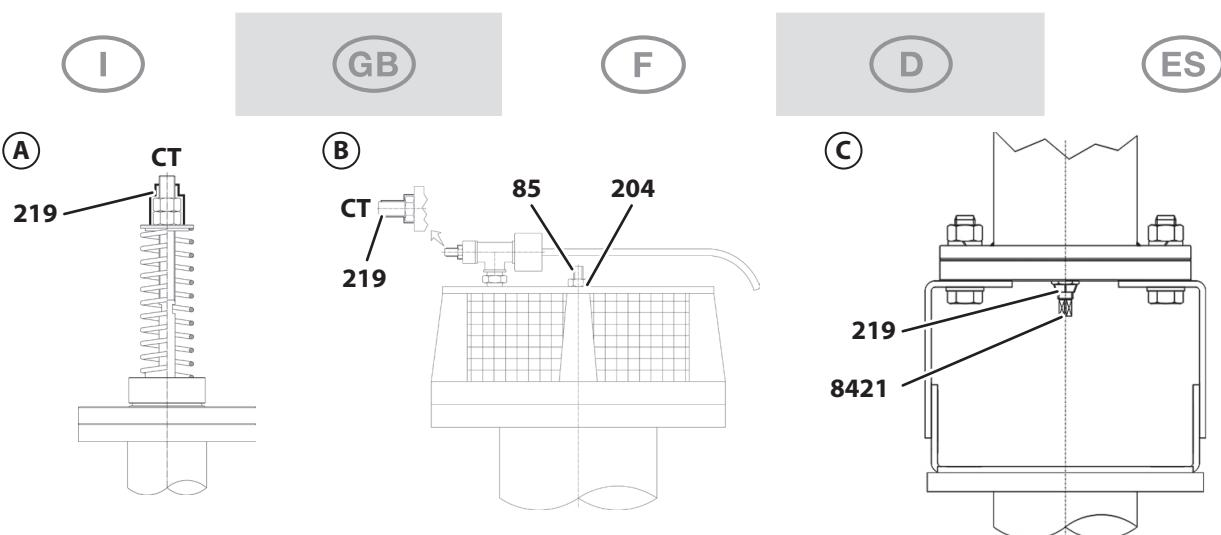

Fig.10
Se la valvola è dotata di sigillo nero CT (vedere Fig.10) è stata tarata in Robuschi. NON procedere all'operazione di taratura.
If the valve has a black CT seal (see Fig.10), it was set by Robuschi. DO NOT carry out the setting procedure.
Si la soupape est dotée d'un scellé noir CT (voir Fig. 10), c'est qu'elle a été tarée par Robuschi. NE PAS procéder au tarage.
Wenn das Ventil über schwarze Plombierung CT (siehe Abb.10) verfügt, wurde es bei Robuschi geeicht. Eichen Sie es NICHT.
Si la válvula está dotada de un sello negro CT (véase la Fig.10), ha sido calibrada en Robuschi. NO proceda a la operación de calibrado.
7.4.1 Funzionamento in pressione /P e /C (valvola RVP)(Fig.10-A)
7.4.2 Funzionamento in pressione /P (valvola VSM /P)(Fig.10-B)
7.4.1 Pressure operation /P and /C (RVP valve)(Fig.10-A)
7.4.2 Pressure operation /P (VSM /P valve)(Fig.10-B)
7.4.1 Fonctionnement en pression /P et /C (vanne RVP) (Fig. 10-A)
7.4.2 Fonctionnement en pression /P (vanne VSM /P) (Fig. 10-B)
7.4.1 Druckbetrieb /P und /C (Ventil RVP) (Abb.10-A)
7.4.2 Druckbetrieb /P (Ventil VSM) (Abb.10-B)
7.4.1 Funcionamiento a presión /P y /C (válvula RVP)(Fig.10-A)
7.4.2 Funcionamiento a presión /P (válvula VSM /P)(Fig.10-B)